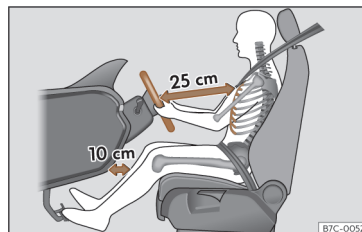

Fig. 2 La separación correcta entre el conductor y el volante debe ser de 25 cm como mínimo (10 pulgadas).
- Ajuste el volante de modo que quede a una distancia de, por lo menos, 25 cm (10 pulgadas) del esternón»» fig. 2 y lo pueda sujetar con ambas manos por los lados, por la parte exterior, con los brazos ligeramente flexionados.
• Ajuste longitudinalmente el asiento de forma que pueda pisar a fondo los pedales con las rodillas ligeramente flexionadas y que quede una distancia entre la zona de las rodillas y el tablero de instrumentos de al menos 10 cm (4 pulgadas)»» fig. 2.